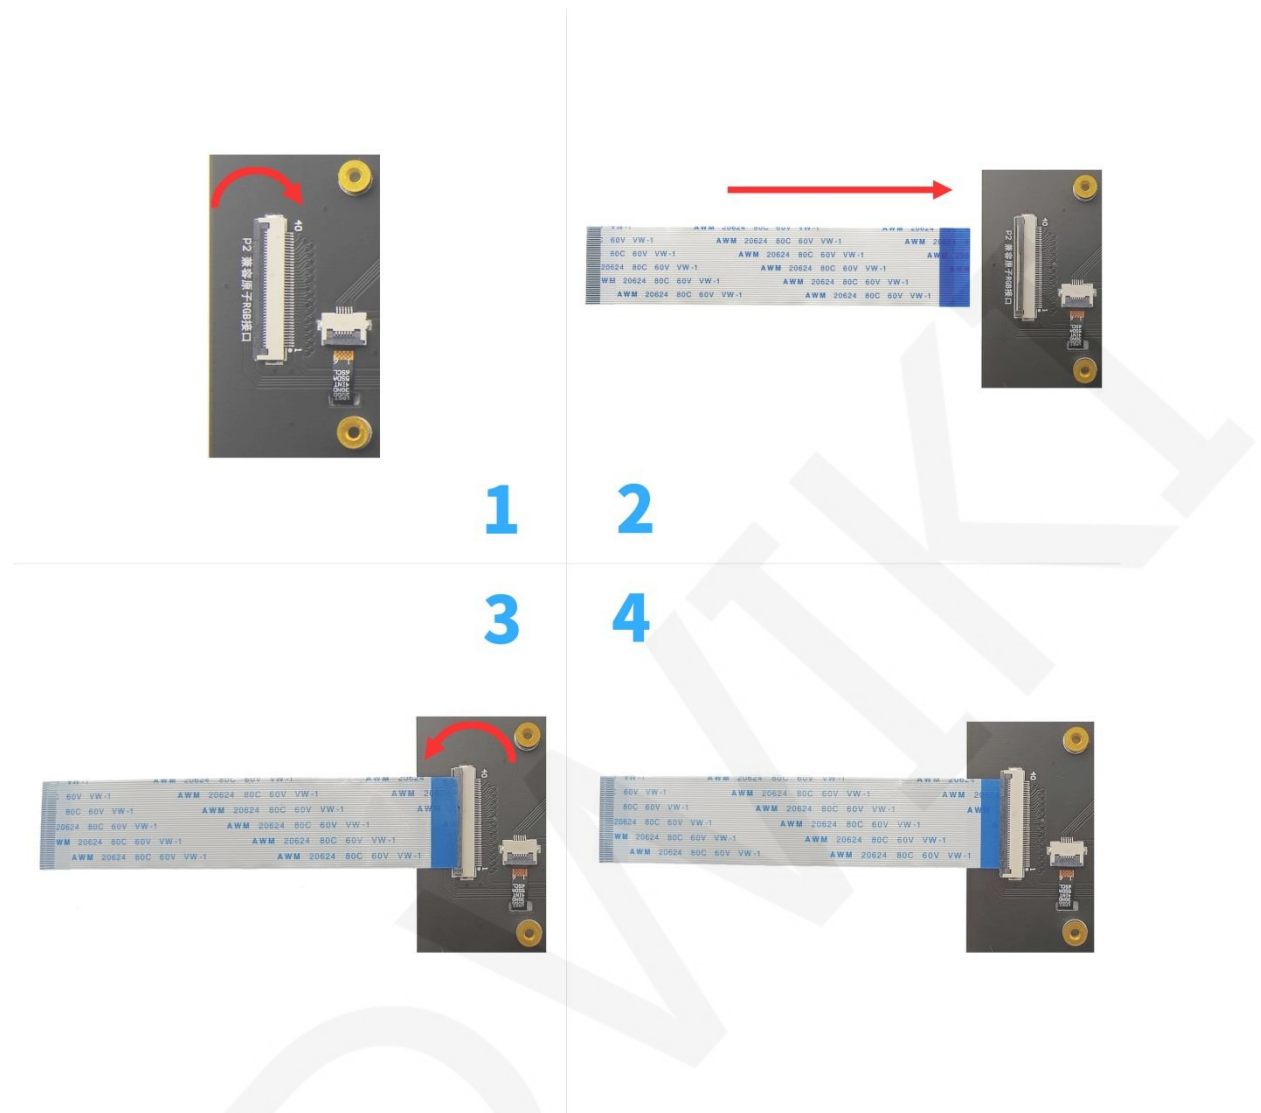

图4. 连接RGB显示模块
- A、使用40pin软排线连接显示模块上的RGB接口。其中P2接口兼容正点原子开发板，P3接口兼容野火开发板（如图4所示，图中是以连接P2接口为例，P3接口的连接方法和这一致）。